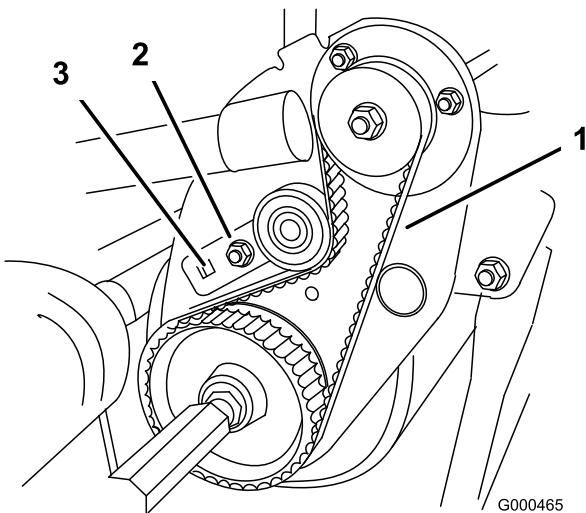

図 48
- B. $3/8$ インチのトルクレンチでアイドラ・ブラケットを $0.4 \sim 0.46$ kg.m のトルクで回転させてベルトを張る（図 48）。トルクレンチの設定が狂わないように注意しながら、ベアリング・ハウジング取り付けナットを締め付ける。（タング・ワッシャは、ベルトのスリップを防止するためのものである）。ベルトを強く張りすぎないように注意すること。